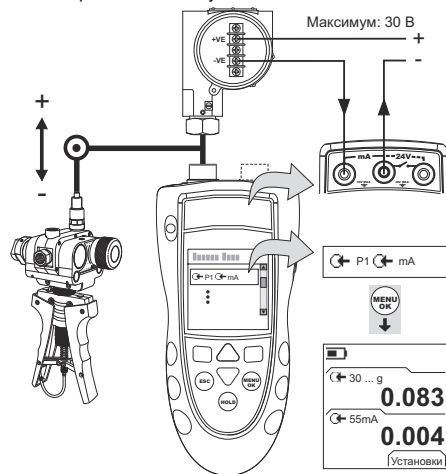

Рисунок 5: Пример конфигурации. Калибровка датчика с внешним контуром питания
1. Подключите прибор (Рисунок 5 или Рисунок 6) и при необходимости отрегулируйте Set Up (Настройка) (Таблица 1).